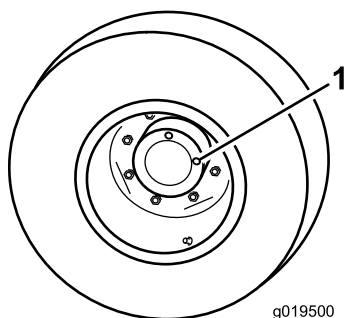

Figura 15
1. Com a máquina numa superfície plana, posicione a roda de forma a que 1 tampão de verificação (Figura 15) fique na posição das 12 horas e o outro na das 3 horas.
2. Retire o tampão da posição das 3 horas (Figura 15). O óleo deve ficar ao nível do fundo do orifício do tampão de verificação.